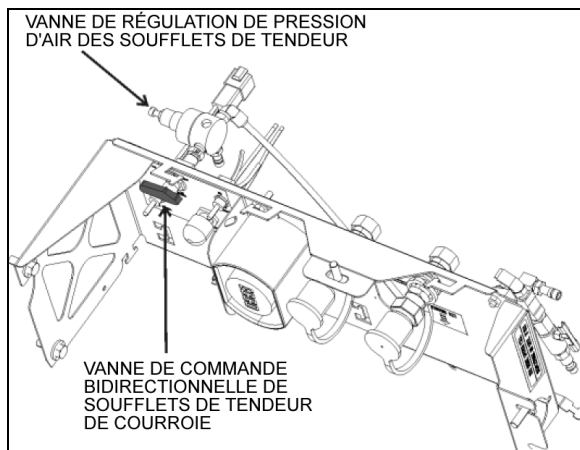

FIGURE 27: SOUPAPE DE COMMANDE DU TENDEUR DE COURROIE – SÉRIE H3
2. Pour les véhicules équipés d'un troisième alternateur, la tension de la courroie est aussi appliquée grâce à un soufflet pneumatique (Figure 25). Tourner la soupape de commande à deux voies du tendeur de courroies dans le sens antihoraire pour libérer la pression du soufflet (Figure 27).
Pour les véhicules de la série H3 équipés d'un 3e alternateur, (Figure 25) la tension de la courroie est aussi appliquée grâce à un soufflet pneumatique ajusté par un régulateur de pression d'air (Figure 27). La pression adéquate de 45 psi est réglée en usine. Vérifier
La tension de la courroie est appliquée grâce à un soufflet pneumatique qui est ajusté par un régulateur de pression d'air (Figure 27). La pression adéquate de 45 psi est réglée en usine. Vérifier périodiquement la pression du régulateur avec un manomètre et corriger au besoin.